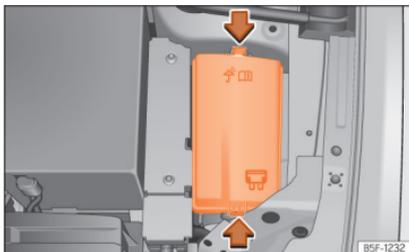

Fig. 57 No compartimento do motor: tampa da caixa de fusíveis.
- Pressione as patilhas de bloqueio para desbloquear a tampa da caixa de fusíveis »» **Fig. 57**.